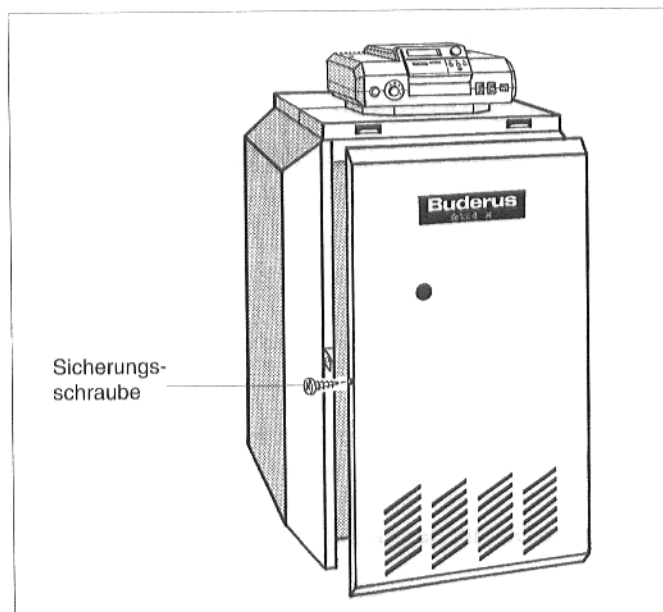

Abb. 39: Kesselvorderwand montieren
- Sicherungsschrauben links und rechts in die Seitenwände eindrehen (Abb. 39).